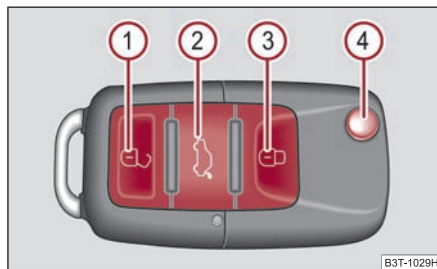

Fig. 48 Cheia cu telecomandă
- Apăsați tasta **2** cca. 1 sec. ⇒ fig. 48. Informații suplimentare ⇒ pagina 48.
- Apăsați tasta **2** cca. 2 sec. ⇒ fig. 48. Informații suplimentare ⇒ pagina 48.